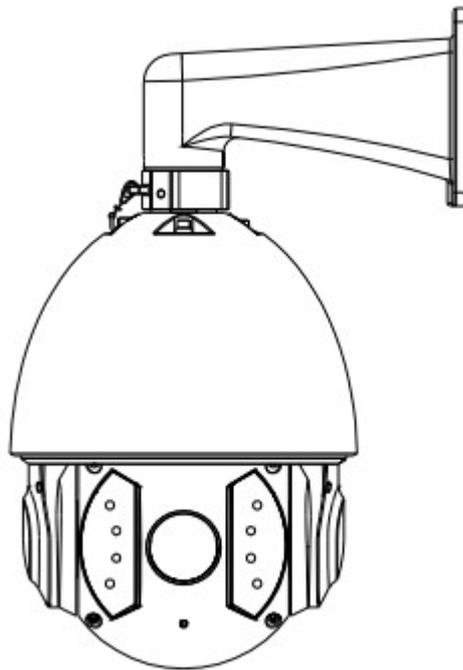

图 3.2.2 壁挂支架安装整机示意图
2、将红外球安装到壁挂支架上，如图 3.2.2 所示，具体安装方式参见 1.5 节。